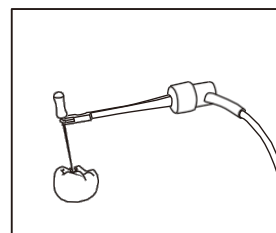

図11
- 6) ファイルホルダーをファイルに取り付けます。（図11）